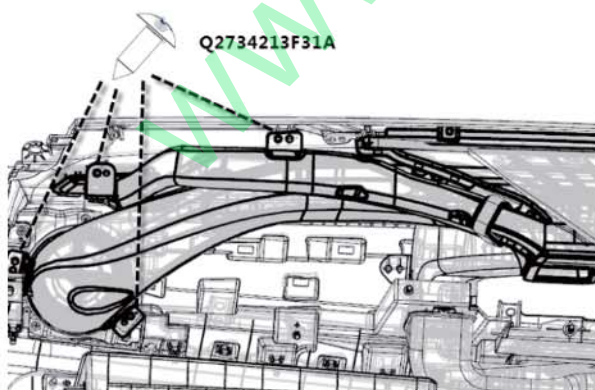

图 1-19 左/右侧风道总成安装结构示意图
- (1) 先安装前除霜风道的紧固件，三个螺钉将前除霜风道总成固定在仪表板上；
- (2) 如图 1-19 所示，再让右风道总成中的除霜风道一端与前除霜风口对接上，另一端与右除霜风口匹配，两个螺钉将除霜风道固定在上本体上，同时右风道与侧风口对接上，另外两个螺钉把右风道固定在上本体，左风道总成安装同理；